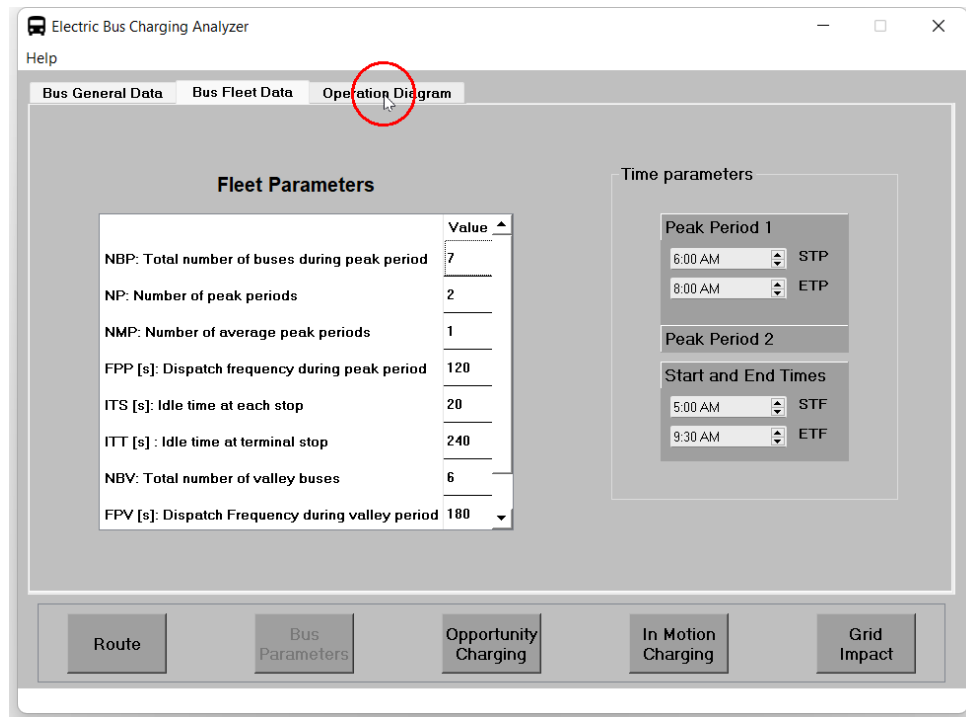

Figura 19: Configuración de los parámetros de la flota.
2. En segundo lugar, se definen los parámetros de la flota a analizar y luego se procede a la siguiente pestaña presionando **Operation Diagram** como se muestra en la figura 19.